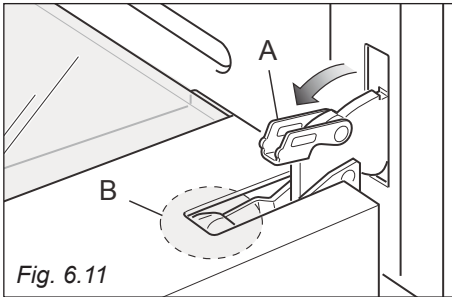
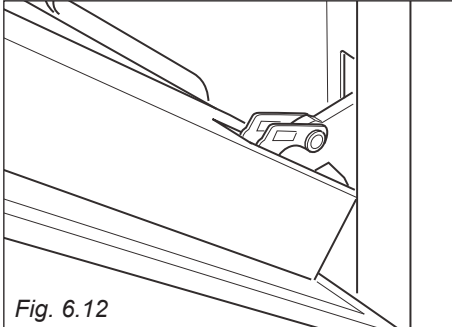

Fig. 6.11
Fig. 6.12
- Aprire completamente la leva "A" delle cerniere destra e sinistra (fig. 6.11).
- Socchiudere dolcemente la porta (fig. 6.12) fino a quando le leve "A" delle cerniere destra e sinistra si agganciano alla parte "B" della porta (fig. 6.11).